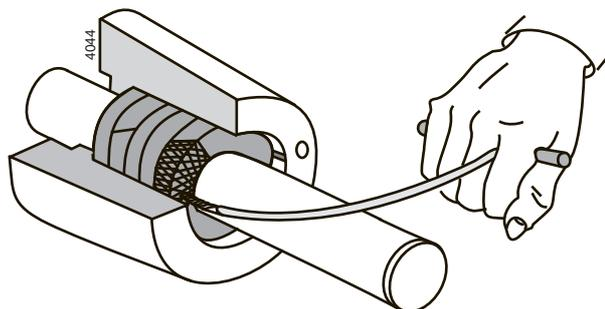

Рисунок 6: Снятие набивочных колец при помощи съемника.
- 2 Извлеките набивочные кольца из корпуса сальника. Для этого воспользуйтесь специальным съемником, см. рисунок 6.